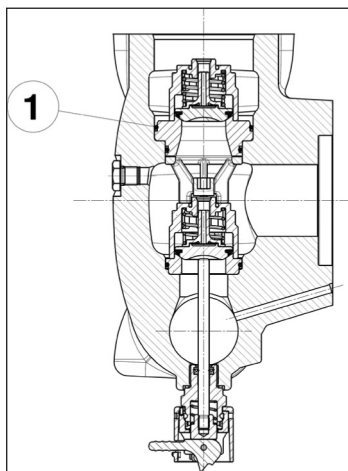

Fig. 101
Preste atenção especial na inserção do anel circular indicado na pos. ①, Fig. 101. Aconselha-se o uso da ferramenta cod. 27516000 (nas versões com Ø pistão: 40 - 45 - 50) ou o cód. 27516100 (nas versões com Ø pistão: 55 - 60 - 65) para evitar que o anel circular possa partir durante a inserção.